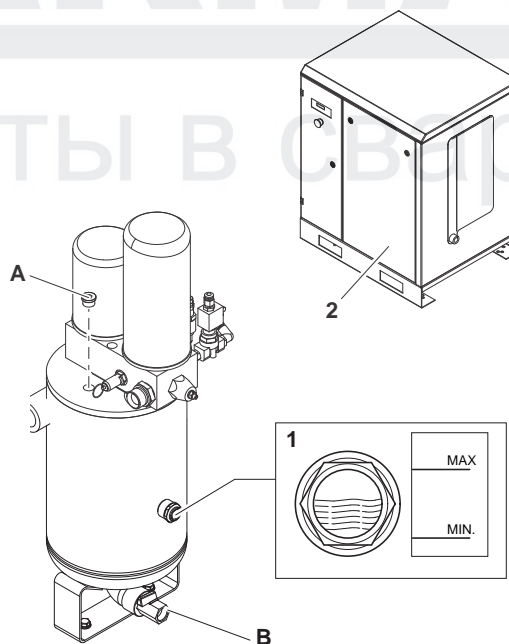

Рис. 6.1
- Убедиться в отсутствии сжатого воздуха внутри масловоздушного ресивера: отвинтить кран А (см. рис.6.1) и полностью спустить воздух.
(см. рис. 6.1)
Контроль масла и доливка при необходимости (см. рис. 6.1)
(см. рис. 6.1)**